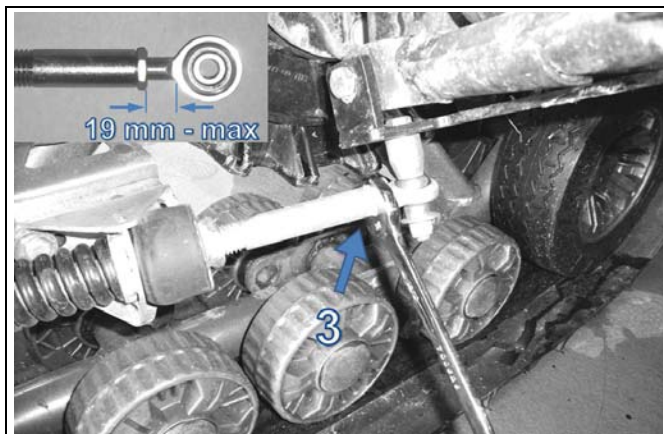

Abbildung 15
*HINWEIS: In einigen seltenen Fällen, wenn die Mutter (Teil 2 in Abbildung 14) zum Zusammendrücken der Feder durch Einstellungen das Ende der Gewindestange erreicht hat, verlängern Sie die Baugruppe, indem Sie die Gegenmutter (Teil 3 in Abbildung 15) lösen und den Stangenkopf soweit heraus schrauben, dass max. 19 mm des Gewindes sichtbar sind. Achten Sie darauf, dass Sie die Gegenmutter nach der Montage wieder gut festziehen.*